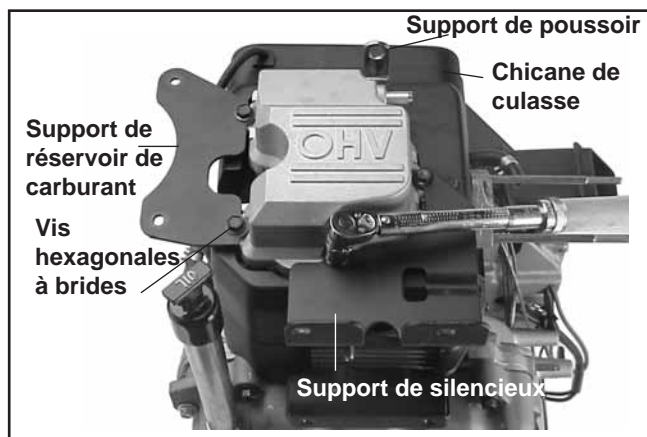

Figure 11-44. Installation du couvercle de soupape. (Couvercle en aluminium moulé sous pression montré).
3. Installer le couvercle de soupape, tout support de fixation attaché (silencieux, réservoir de carburant et/ou levage*), avec les entretoises desserrées (couvercle en acier estampé) comme à l'origine, sur la culasse. Attacher à l'aide des cinq vis hexagonales à brides. Voir la figure 11-44.